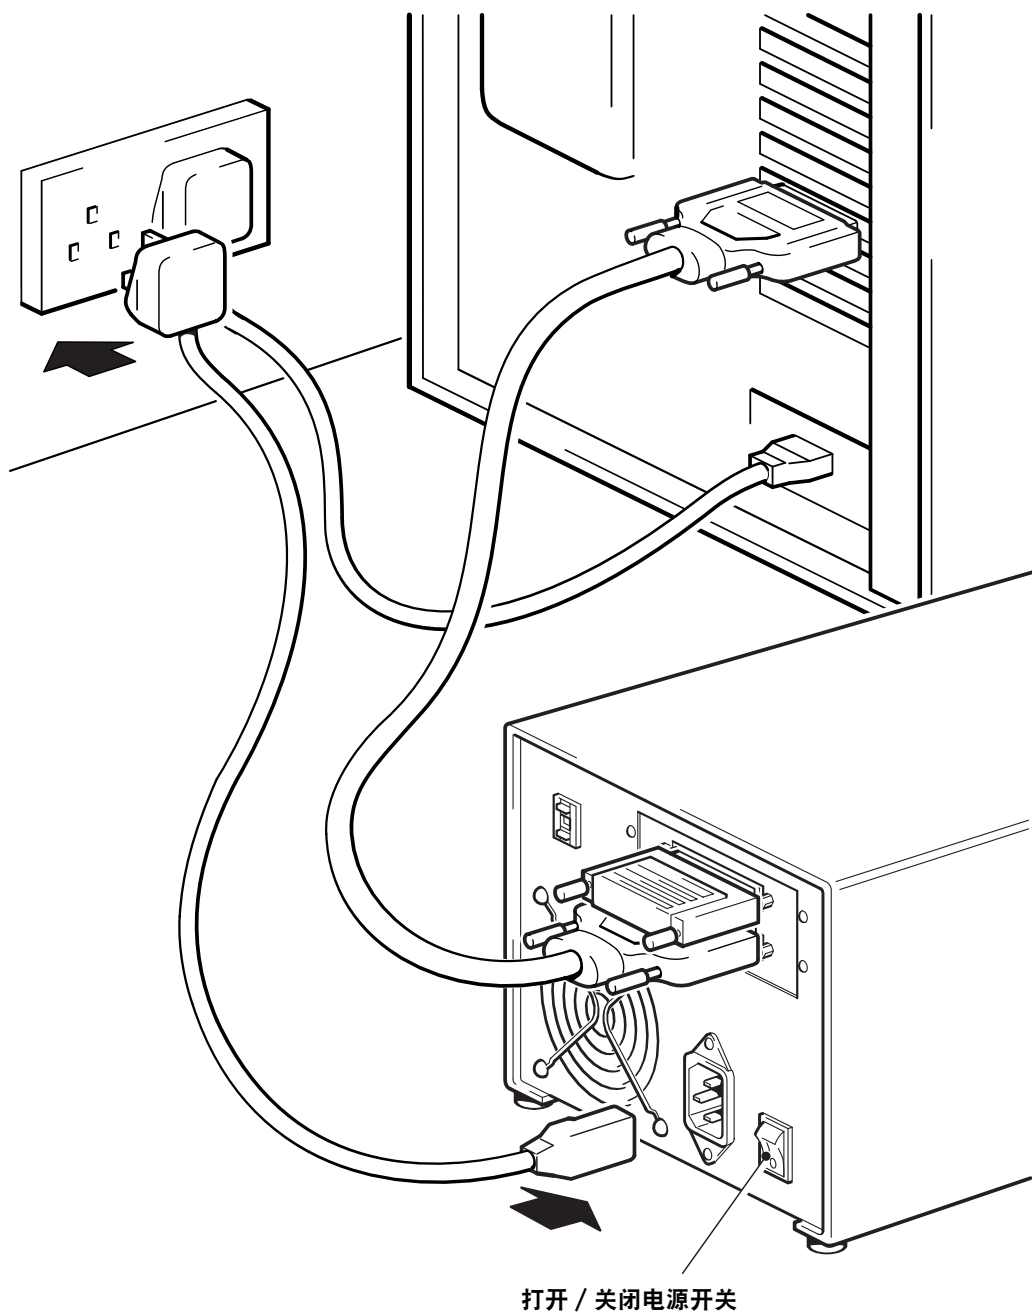

图 6: 连接电源电缆
- 2 将电源电缆牢固地插入磁带机后面板上的插座中。（见图 6。）